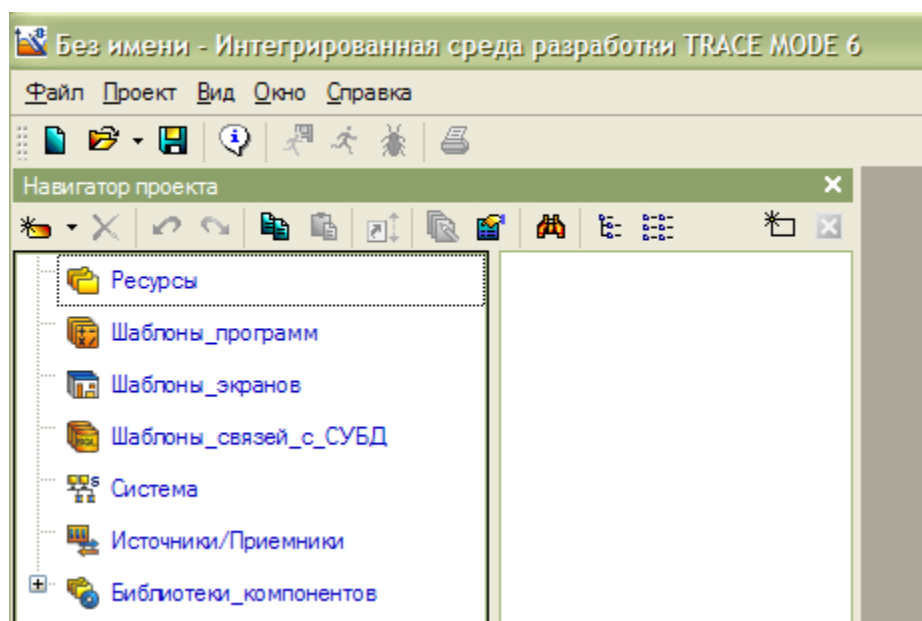

Рисунок 2 – Вид созданного проекта
2. Создайте новый проект: *Файл* → *Новый...* Тип проекта выберите *Стандартный*. (Результат выполненных действий смотри на рис.2)